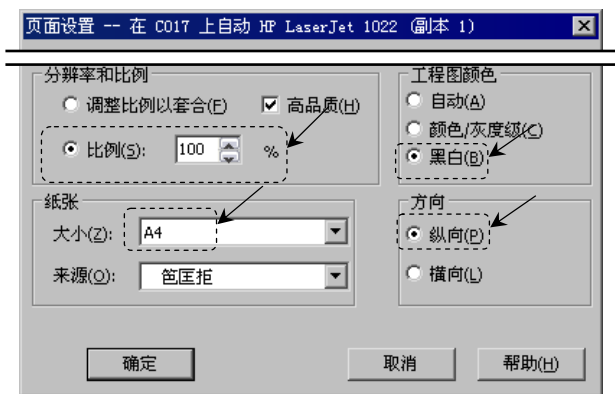

图 6.12.1 “页面设置”对话框
Step4. 定义页面设置。单击“打印”对话框中的 **页面设置(S)...** 按钮,系统弹出“页面设置”对话框(图 6.12.1);在 **比例(S):** 文本框中输入数值 100,以选择 1:1 的打印比例;在 **大小(Z):** 下拉列表中选择 **A4** 选项;在 **工程图颜色** 选项组中选择 **黑白(B)** 单选项;在 **方向** 选项组中选中 **纵向(O)** 单选项,单击 **确定** 按钮,完成页面设置。